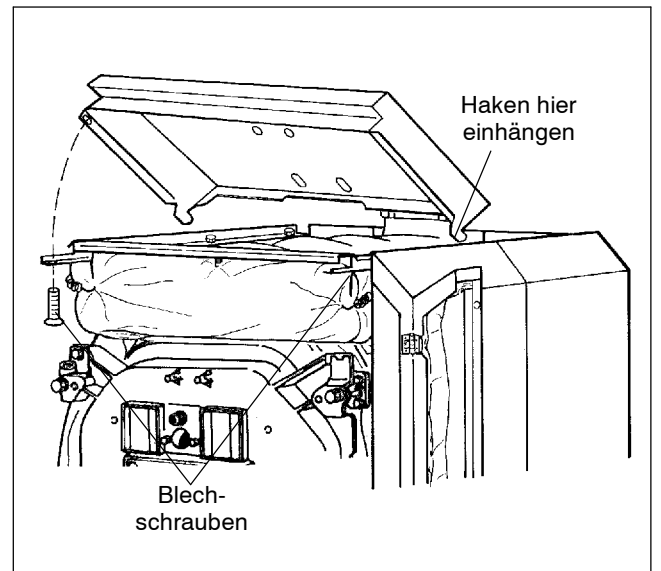

Abb. 39
- Vordere Haube (Abb. 39) mit den zwei Haken in die vorderen Seitenwände einhängen.
- Mit zwei Blechschrauben die vordere Haube von unten mit den Längstraversen verschrauben (Abb. 39).